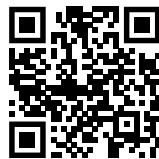

Fig. 120
- ▶ Otvorite Liebherr SmartMonitoring Dashboard. (pogledajte Fig. 120)